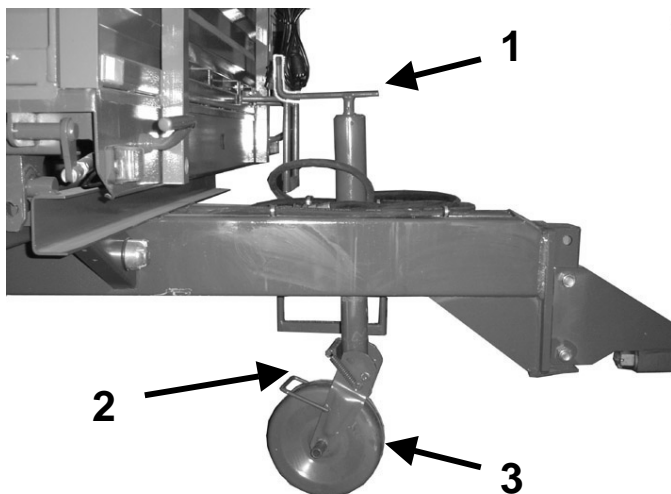

Bild 7: Stödhjul
3. Vik ner stödhjulet med hjälp av pedalen och vik det bakåt för hands (se bild 7)